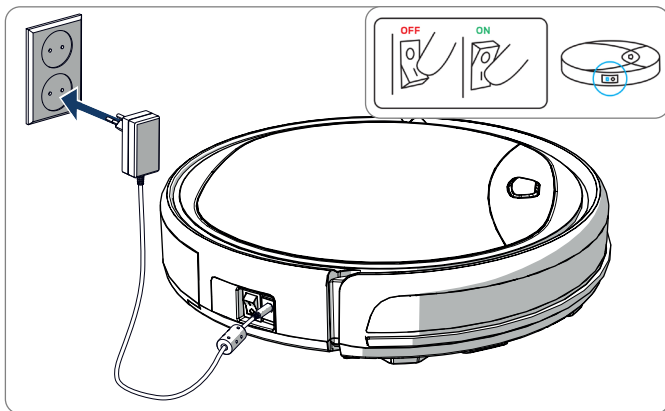

Figure 11 - De robot rechtstreeks laden met de stroomadapter
- Met de stroomadapter rechtstreeks verbonden met de robot. Voer hiervoor de adapter in de robot en voer het andere uiteinde in een stopcontact, zie Afbeelding 11.